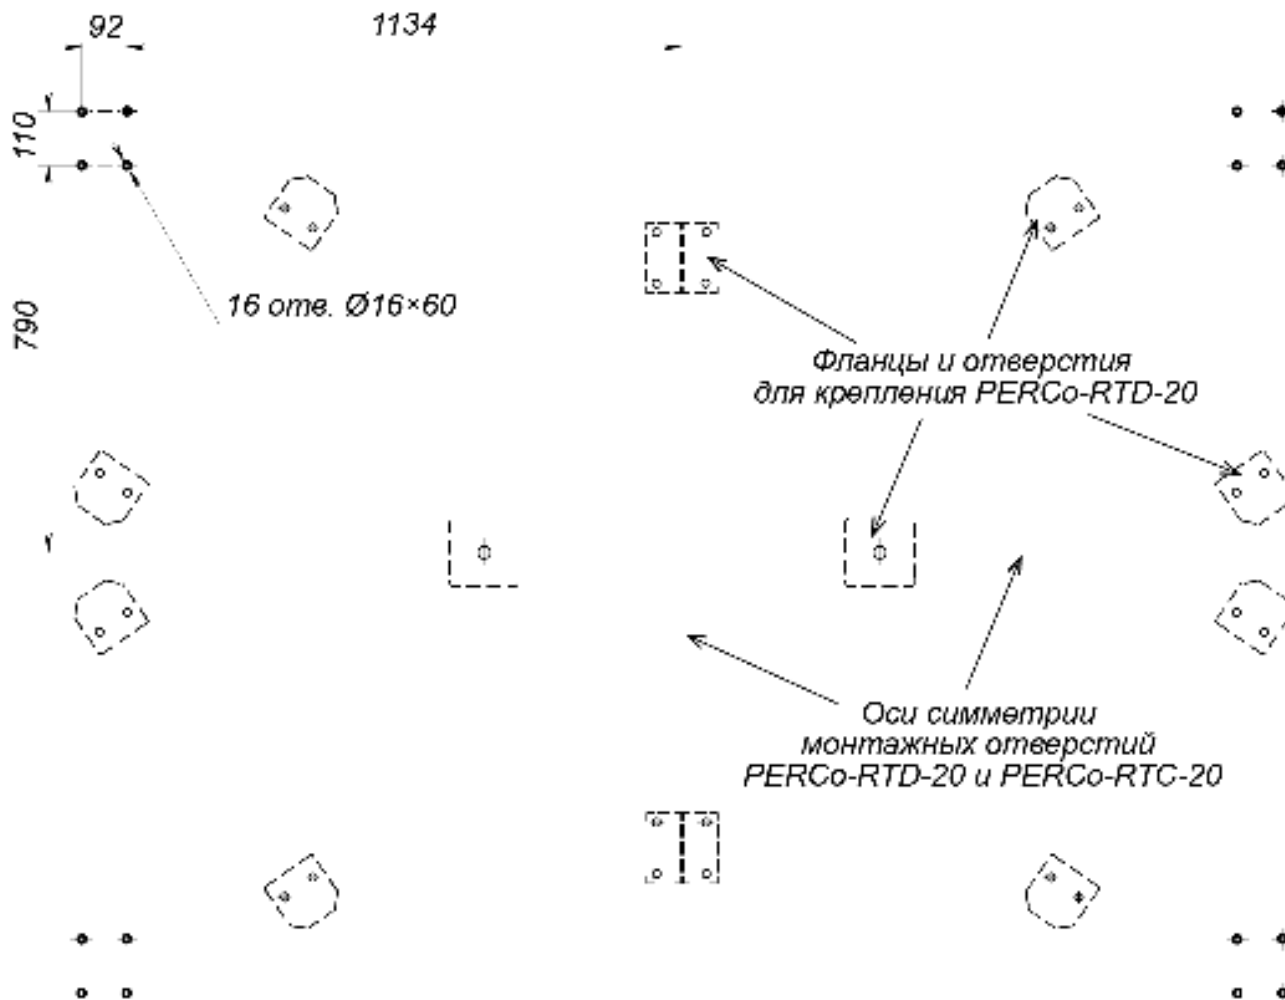

Рисунок 3. Схема разметки отверстий для установки крыши PERCo-RTC-20:
2. Выполните на установочной поверхности разметку отверстий для монтажа четырех стоек крыши в соответствии с рис. 3. Разметку отверстий для монтажа крыши рекомендуется выполнять одновременно с разметкой отверстий для монтажа турникета. Оси симметрии монтажных отверстий турникета и крыши совпадают (см. рис. 3).